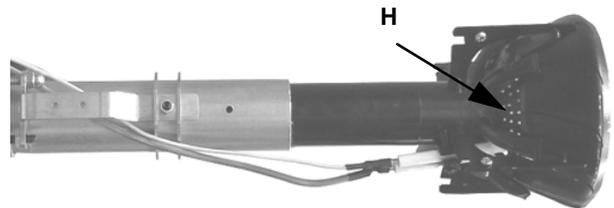

Fig. 60
- 4 Scollegare il connettore **CR** dal circuito stampato (Fig. 60).
- 5 Per estrarre la testa di combustione, tirarla verso di sé. Una volta estratta, controllare che i fori di passaggio di aria e gas (Fig. 60 - **H**) non siano ostruiti. Pulire la testa di combustione con un getto di aria compressa oppure, in caso di incrostazioni, con una spazzola di ferro.